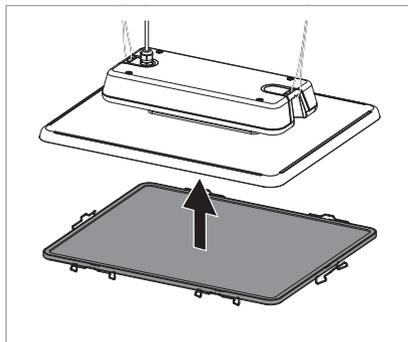

Fig. 13: Afdekking positioneren.
- ▶ Zet de afdekking van onderen op het armatuur, zie Fig. 13.